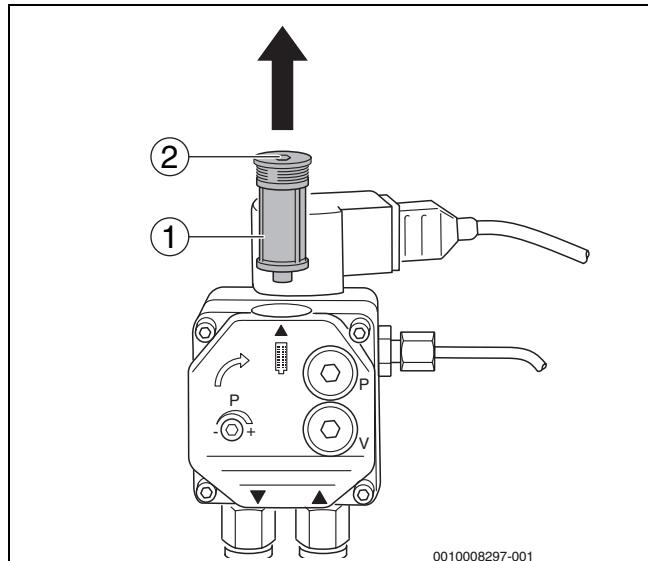

Fig. 30 Controllo del filtro della pompa – pompa del gasolio Danfoss
- ▶ Allentare la vite ad esagono cavo sulla parte superiore (→fig. 30, [2]).
- ▶ Estrarre il filtro della pompa del gasolio (→fig. 30, [2]) tirando verso l'alto.
- ▶ Pulire il filtro della pompa gasolio (→fig. 30, [1]) con benzina da lavaggio, eventualmente sostituirlo e rimontarlo nella pompa del gasolio.